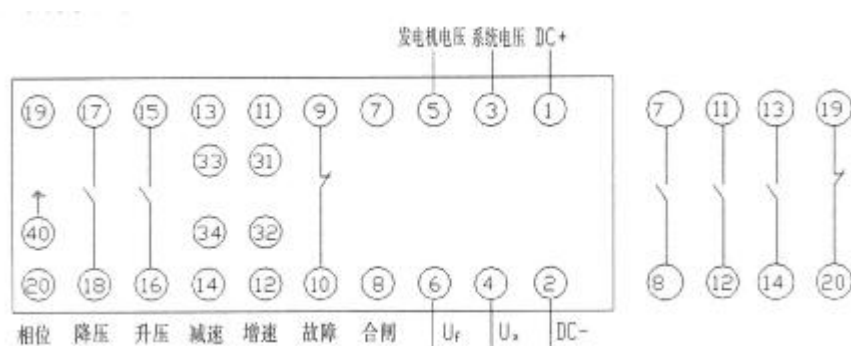

图 3
4.1 装置的端子图见图 3
4.2 端子定义 端子 31(A) 32(B)接 RS-485 通讯口; 端子 31(RXD+) 32(RXD-) 33(TXD+) 34(TXD-)接 RS-422 通讯口 通信规约采用 Q/XJS11.050-1999 通信规约 或根据用户要求另行定制 其余端子见图 3 定义